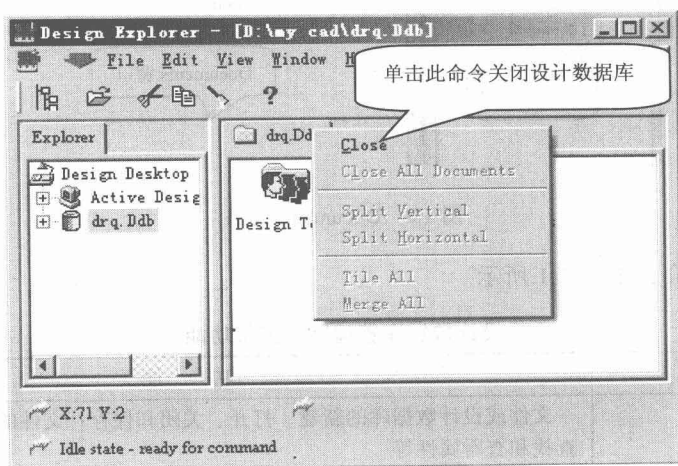
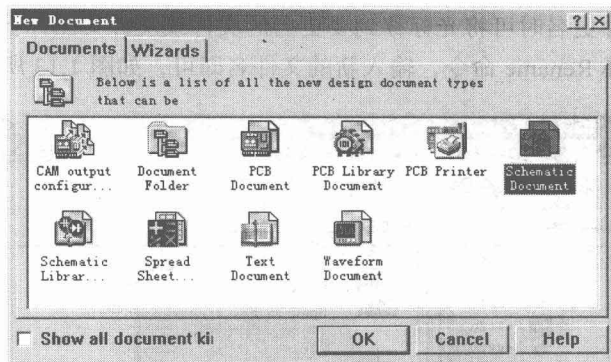

图 1.10 关闭设计数据库
图 1.11 New Document 设置框
(1) 在设计管理器中, 单击菜单命令 File | Close Design, 即可关闭当前打开的设计数据库文件。
(2) 在工作窗口的设计数据库文件名标签 (如 drq.Ddb) 上单击鼠标右键, 在弹出的快捷菜单中选择 Close 命令, 也可关闭此数据库, 如图 1.10 所示。
(1) 在图 1.10 所示窗口中单击菜单命令 File | New 或用鼠标右键单击 Documents 空间的空白处, 弹出快捷菜单, 选择 New 命令则出现 New Document 设置框, 选择 Documents 标签, 出现如图 1.11 所示的新建文件对话框。在该对话框中选择对应的文件类型图标后单击“OK”按钮, 即在 Documents 文件夹下建立了新的文件或文件夹。